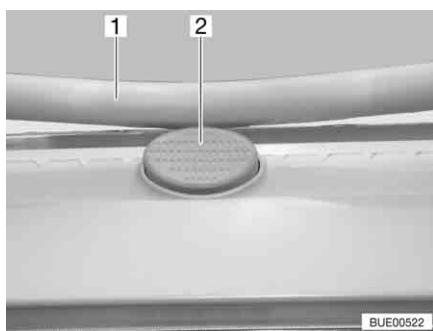

Fig. 46 Bottone di sicurezza sull'oblò Heki
- Premere il bottone di sicurezza (Fig. 46,2) e tirare verso il basso la staffa (Fig. 46,1) con entrambe le mani.
- Premere la staffa verso l'alto con ambedue le mani, finché la staffa non poggia al di sopra del bottone di sicurezza (Fig. 46,2).